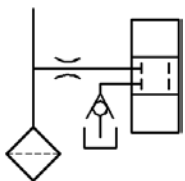
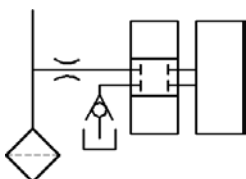

图 17.8.27 绘制矩形(三)
图 17.8.28 复制矩形并添加直线
说明：将该矩形绘制好后使用“移动”命令将其移动至图 17.8.27 所示的大概位置即可。
(11) 选择下拉菜单 **修改(M)** → **分解(E)** 命令，选取步骤 (10) 绘制的矩形为分解对象，按 Enter 键结束操作。
(12) 用 **修改(M)** → **偏移(O)** 命令，将矩形的上边线向下偏移，偏移距离值分别为 19 和 38。结果如图 17.8.27 所示。
(13) 选择下拉菜单 **修改(M)** → **复制(C)** 命令，选取步骤 (11) 分解后的矩形的四条边为复制对象，选取矩形的顶点为移动基点，将其向右移动，移动距离值为 33。
(14) 打开极轴显示模式，用 **绘图(U)** → **直线(L)** 命令，绘制图 17.8.28 所示的两条水平直线。